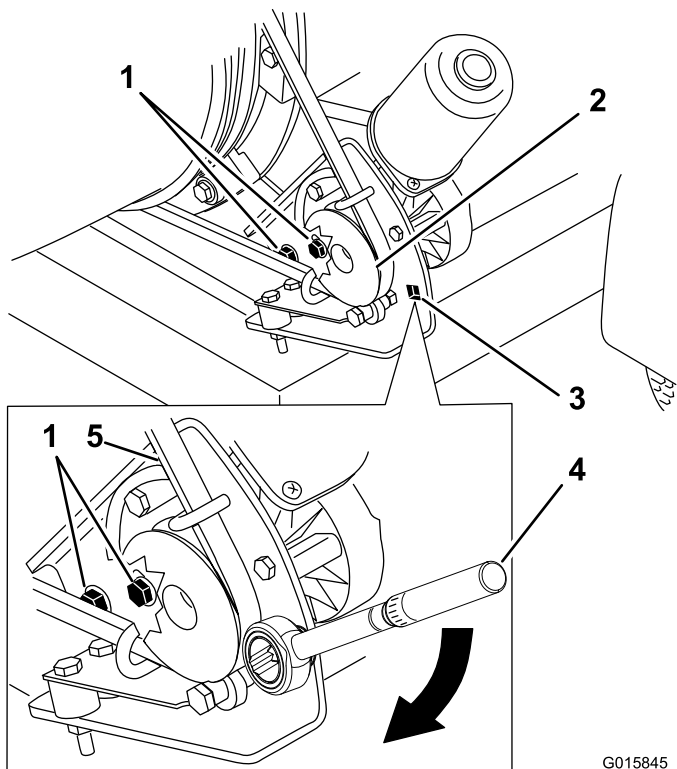

Figura 32
1. Desaperte os parafusos que fixam o suporte de montagem da polia ao chassis do soprador (Figura 32).
2. Coloque uma chave dinamométrica no suporte de montagem da polia (Figura 32).
3. Rode o suporte de montagem da polia afastando-o do bico do soprador até que a chave indique 22,6 a 26,0 N·m (Figura 32).